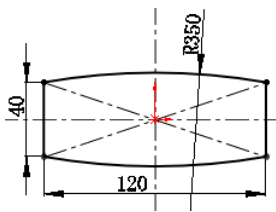

图 3.30.5 草图 2
Step5. 创建图 3.30.5 所示的草图 2。选取基准面 1 作为草图基准面，绘制图 3.30.5 所示的草图。